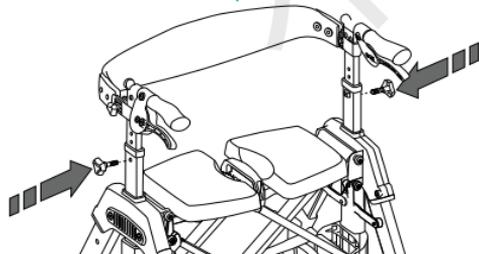

FIGURE 3
3. La hauteur de la poignée s'ajuste de 31 à 38.25 pouces. Dévissez les boutons, ajustez les poignées à la hauteur souhaitée, alignez les trous et resserrez les boutons comme indiqué dans sur la FIGURE 3.